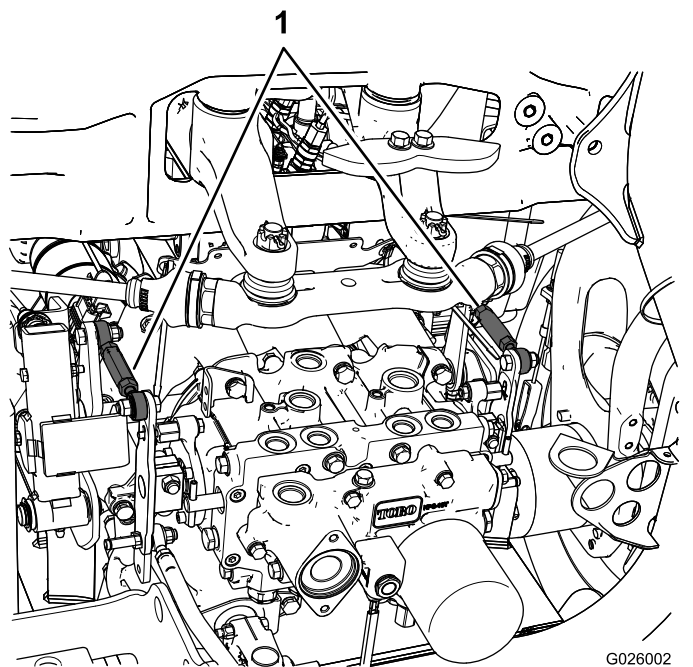

图50
- 如果左后轮胎正在旋转请松开左侧传动控制杆上的锁紧螺母图50。